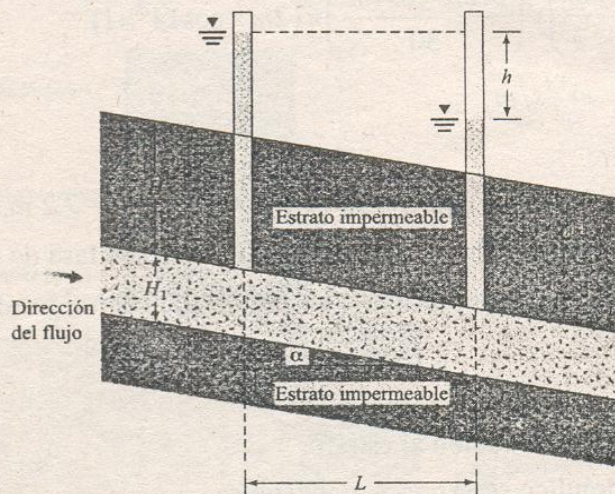

FIGURA 4.20
- 4.1 Refiérase a la figura 4.20. Encuentre la tasa de flujo en $\text{m}^3/\text{s}/\text{m}$ de longitud (perpendicular a la sección transversal mostrada) a través del estrato de suelo permeable con $H = 4 \text{ m}$, $H_1 = 2 \text{ m}$, $h = 3.1 \text{ m}$, $L = 30 \text{ m}$, $\alpha = 14^\circ$ y $k = 0.05 \text{ cm/s}$.